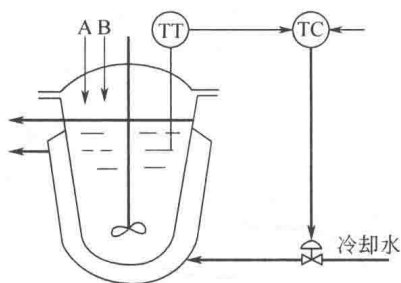

图 1-11 反应器温度控制系统
3. 图 1-11 所示是一反应器温度控制系统示意图。A、B 两种物料进入反应器进行反应，通过改变进入夹套的冷却水流量来控制反应器内的温度保持不变。图中 TC 表示温度控制器。试画出该温度控制系统的方块图，并指出该控制系统中的被控对象、被控变量、操纵变量及可能影响被控变量变化的扰动各是什么？